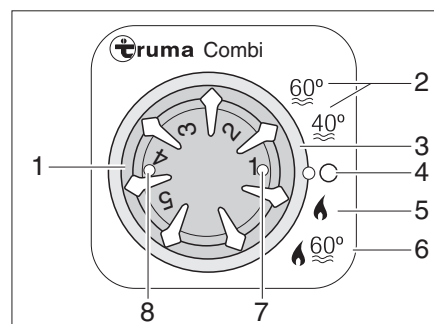

Bild 328 Bedieneinheit für Heizung/Boiler
- Betriebsart mit dem Drehschalter (Bild 328,3) einstellen.
Die Heizung wählt nach eingestellter Heizstufe selbstständig die benötigte Brennerstufe. Bei Betriebsart "Heizung und Boiler" (Bild 328,6) wird auch das Wasser im Boiler erhitzt. Die Heizung kann in der Betriebsart "Heizung ohne Boiler" (Bild 328,5) mit leerem Boiler betrieben werden.
- Temperatordrehknopf (Bild 328,1) an der Bedieneinheit auf gewünschte Heizstufe stellen.
- Drehschalter (Bild 328,3) auf Winterbetrieb "Heizung ohne Boiler" (Bild 328,5) oder auf Winterbetrieb "Heizung und Boiler" (Bild 328,6) stellen.
Grüne Kontroll-Leuchte (Bild 328,7) leuchtet.
- Drehschalter (Bild 328,3) auf "O" (Bild 328,4) stellen.